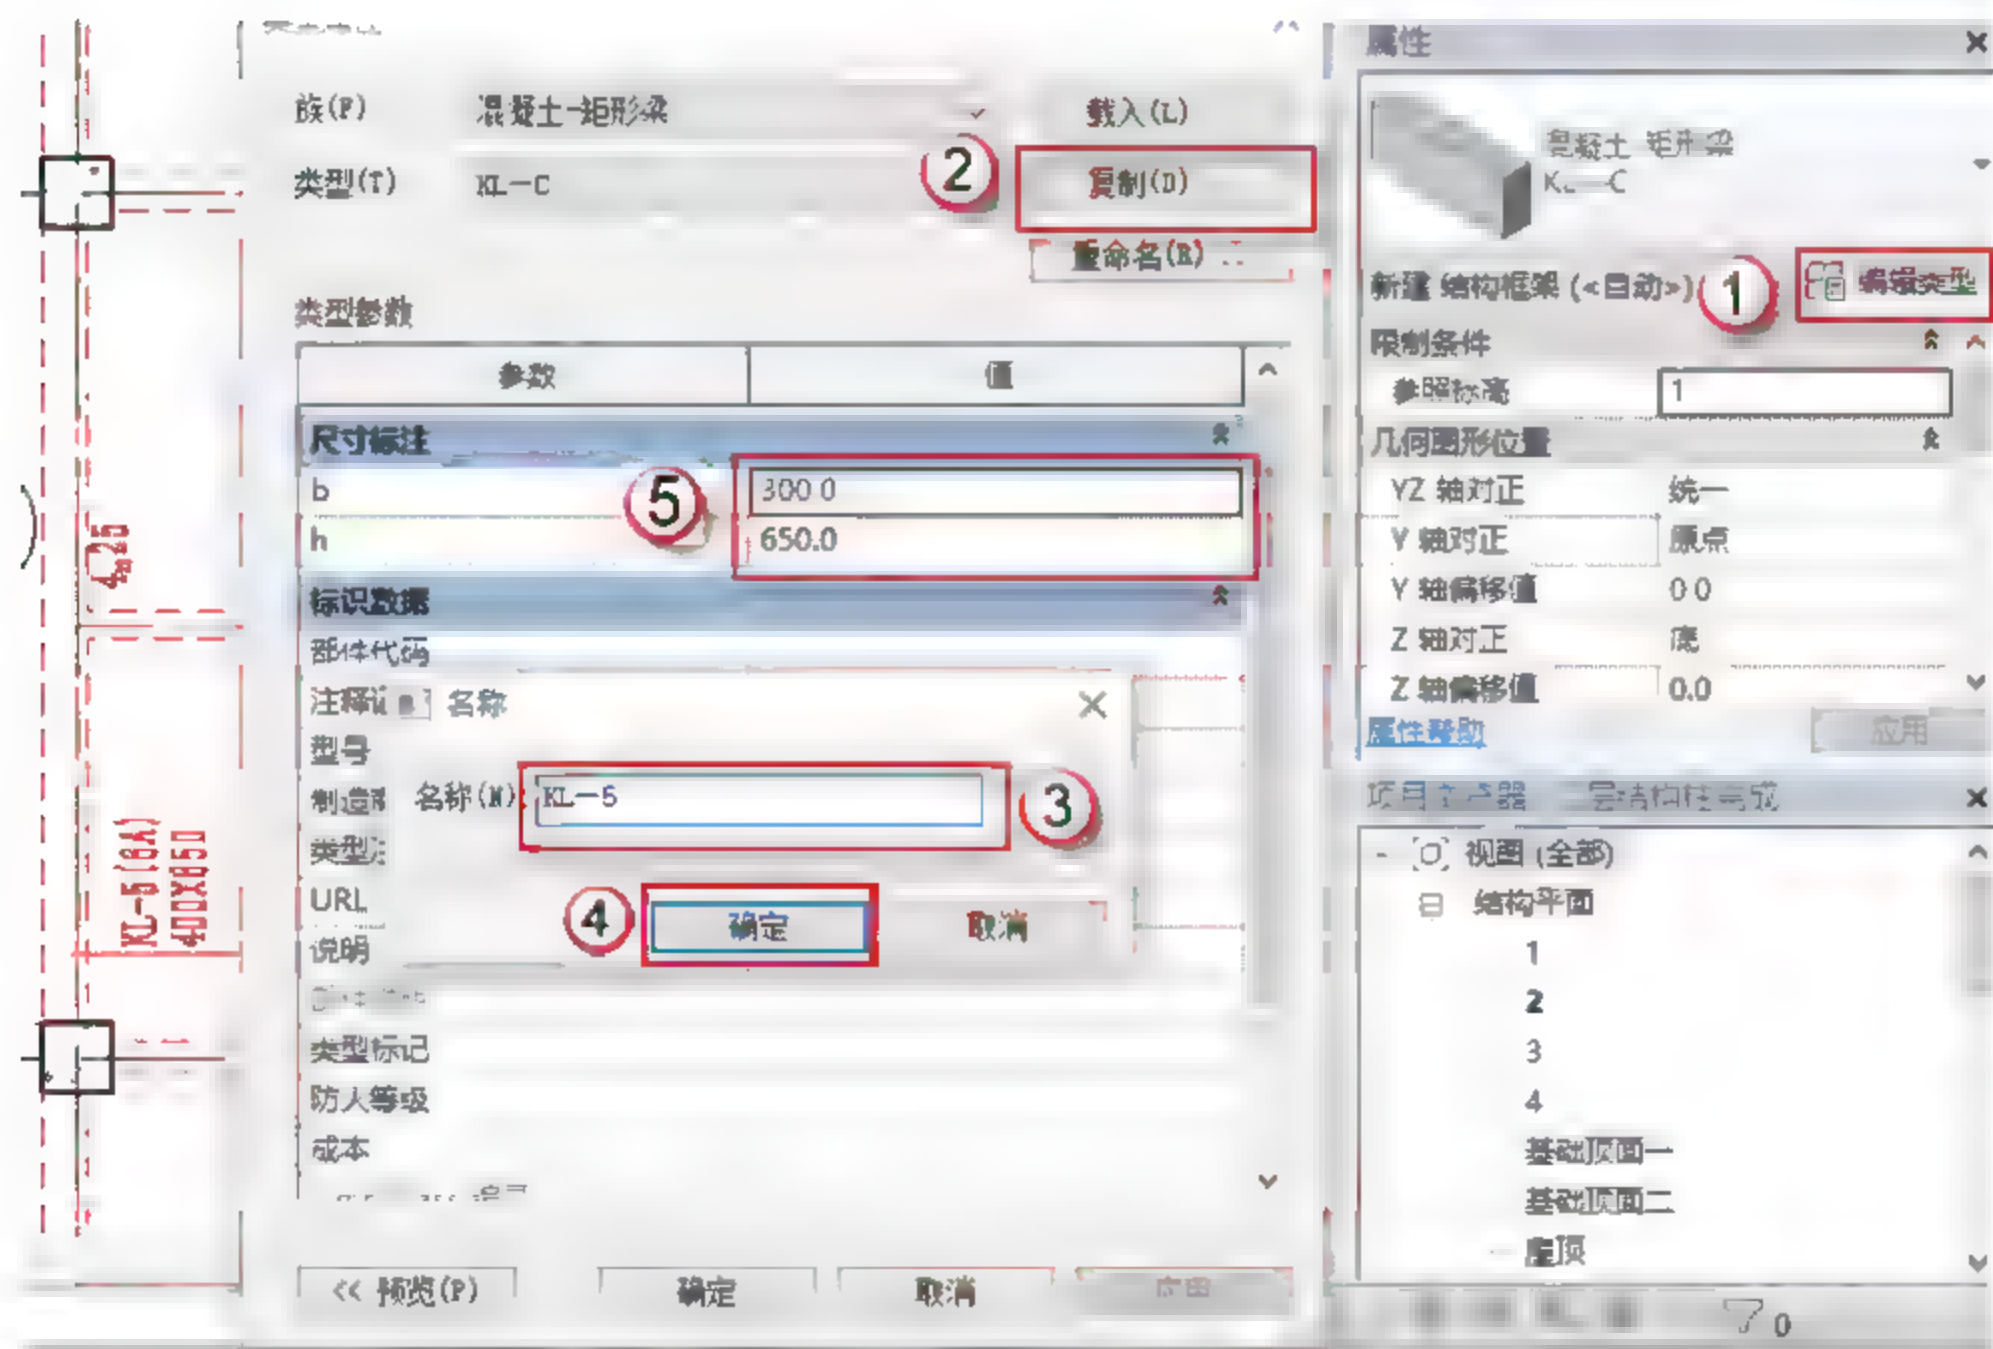

图 4.2.39 设置 KL-5 参数
(14) 设置矩形梁 KL-5 参数，按快捷键 B+M，出现绘制的界面，单击“编辑类型”按钮，在弹出的对话框中单击“复制”按钮，再在弹出的对话框中命名新的族 KL-5，单击“确定”按钮。在“尺寸标注”栏设置参数，如图 4.2.39 所示。